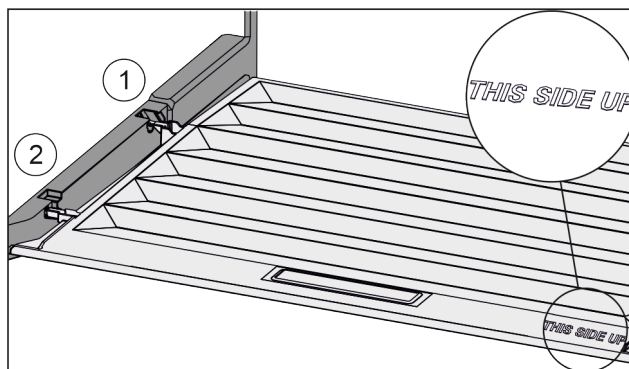

Fig. 143
- ▶ Inserire le nervature del coperchio attraverso l'apertura del supporto posteriore Fig. 143 (1) e innestare anteriormente nel supporto Fig. 143 (2).